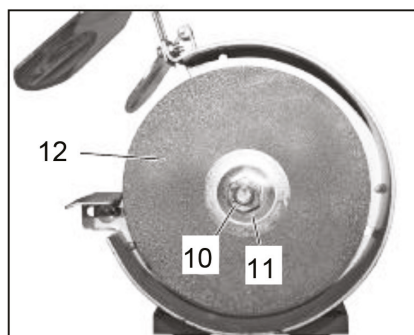

Рис. 5
- Открутите гайку (10) и снимите ее вместе с зажимным фланцем (11) (Рис. 5).
- Снимите шлифовальный круг (12) с вала двигателя. Задний зажимной фланец остается на валу двигателя.
- Затем установите новый шлифовальный круг (12) (Рис. 5), выполнив описанные действия в обратном порядке.